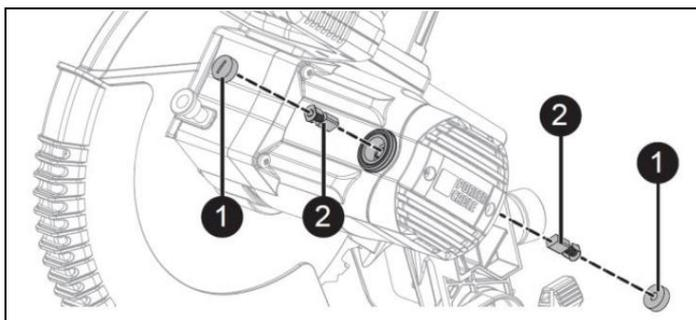

Рисунок 36
7.2 Замена угольных щеток (Рис. 36)